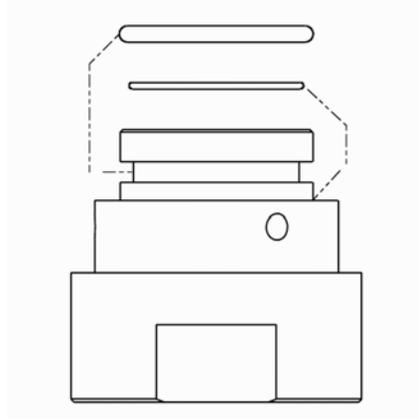

Abb. 40: Position der O-Ringe
1. ➤ O-Ring (Dichtung) vorsichtig auf die Verschraubung aufziehen (Abb. 38/1), so dass er im oberen O-Ringsitz der Verschraubung sitzt (Abb. 40). Dabei darauf achten, dass der O-Ring nicht überdehnt wird
- 2.** ➤ O-Ring (Glaspuffer) vorsichtig auf die Verschraubung aufziehen (Abb. 39/1), so dass er im unteren O-Ringsitz der Verschraubung sitzt (Abb. 40). Dabei darauf achten, dass der O-Ring nicht überdehnt wird